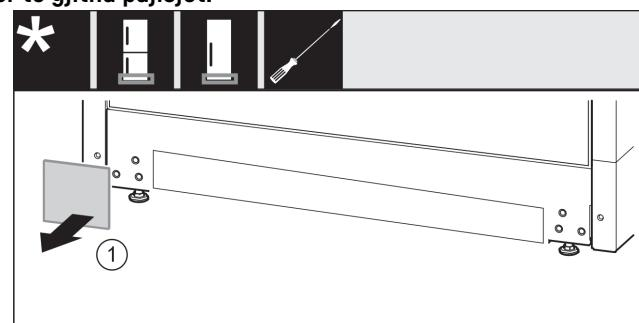

Fig. 14
- Hiqni kapakun mbulues. Fig. 14 (1)